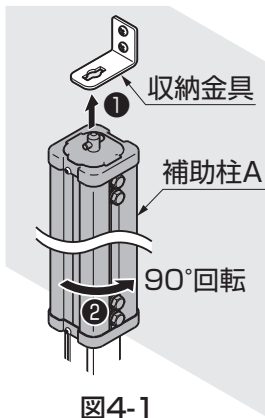
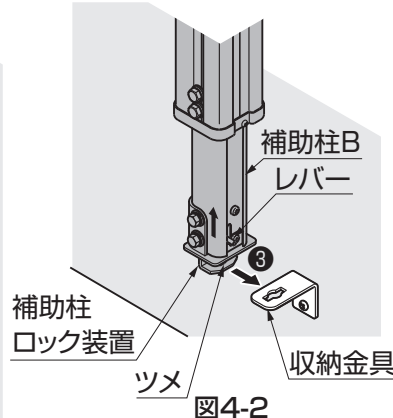

図4-1
図4-2
- ①補助柱Aの上部金具の向きを収納金具のカギ穴に合わせて差込みます。(図4-1参照)
- ②補助柱を90°回転させ、収納金具に引っ掛けます。
- ③補助柱B下部のレバーを引上げながら補助柱ロック装置のツメを収納金具に引っ掛けて、レバーを離し固定します。(図4-2参照)